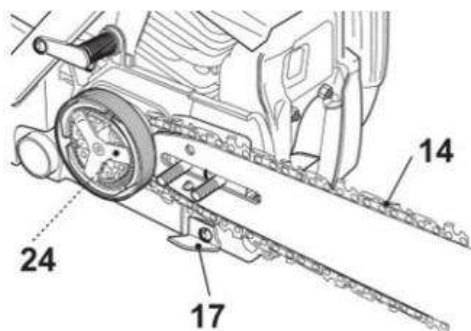

Fig. 6
6. Placer la chaîne (14) sur le pignon (24) derrière l'embrayage (25) puis placez-la sur le guide (13). Assurez-vous que la chaîne est placée au-dessus de la butée de retenue de la chaîne (17) (Fig. 6).